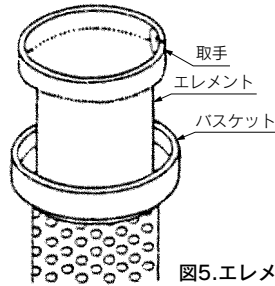

図5.エレメントの取外し
- ① エレメントに布製の取手が付いていますので、指または引っかき棒等で中心方向に寄せて、バスケットからエレメントを引張り出してください。(図5.参照)